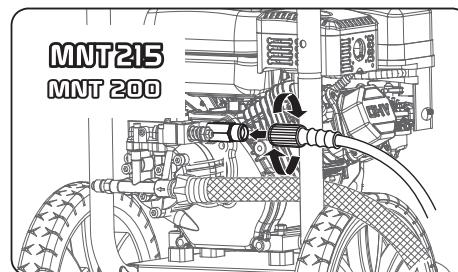

Fig.8
G. RACCORDER LE TUYAU HAUTE PRESSION À LA POMPE (Voir fig. 8 et fig. 8 bis)
Fig.8 bis
- ▶ Laisser le moteur tourner pendant plusieurs secondes puis faire glisser graduellement le levier de starter sur la position MARCHE (RUN) pendant que le moteur chauffe. (Fig 8)